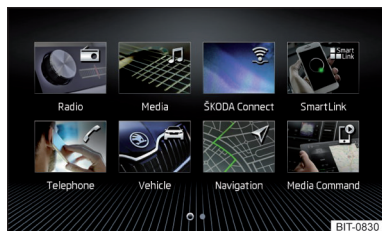
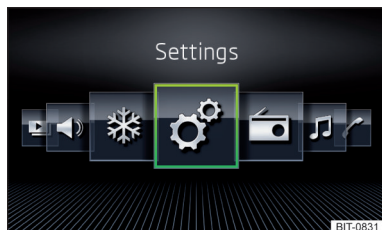

Fig. 169
Fig. 170
- Sélectionnez l'option Affichage en quadrillage » fig. 169 ou Affichage horizontal » fig. 170.